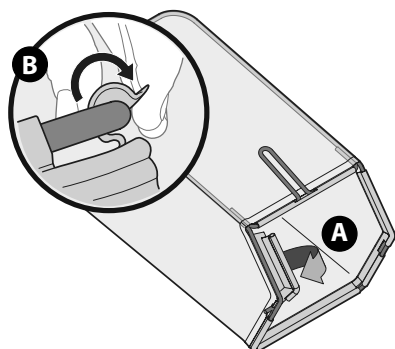

Figure 6
- Suivez les étapes ci-dessous pour assembler le sac à herbe (si nécessaire). Avant d'assembler le sac, assurez-vous que l'étiquette d'avertissement du sac se trouve à l'extérieur. (Figure 6).